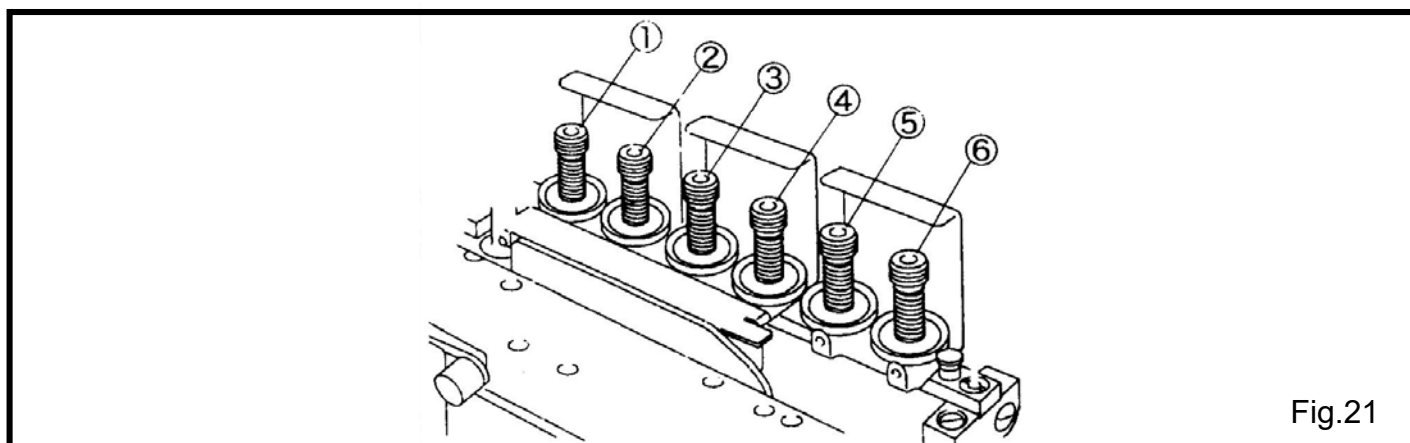

Fig.21
調整線架上的鬆緊度是靠螺母①-⑥取決於布線寬度和其它狀況。(Fig.21)
①-④：針的線（①：右針，④：左針）
⑤：上網線
⑥：下網線
- 如果調緊線時，以順時間方向調下①-⑥螺絲。
- 如果調鬆線時，以逆時間方向調上①-⑥螺絲。
Adjust the thread tension with the tension adjusting nuts ①-⑥ depending on fabric type, thread type, seam width, stitch length, and other sewing conditions.(Fig.21)
①-④：needle threads (①：right needle, ④：left needle)
⑤：top cover thread
⑥：looper thread